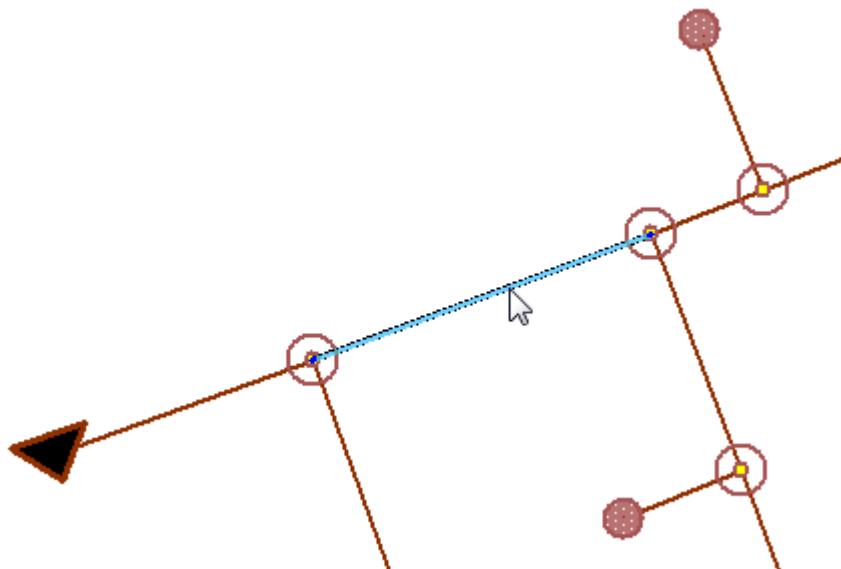

Рисунок 73. Выбор участка проектируемой сети
2. Щелчком выберите на схеме любой из участков проектируемой сети. Выделенный участок мигает, (Рисунок 73, «Выбор участка проектируемой сети»).